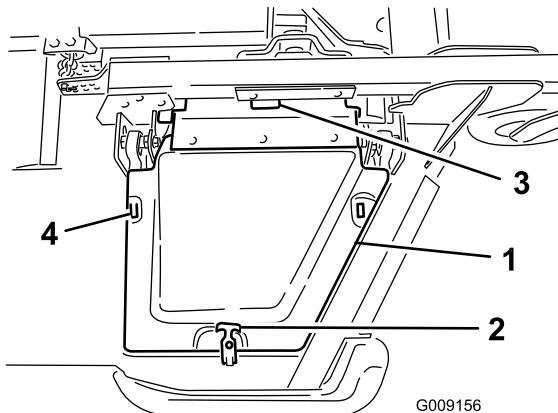

Figure 6
- 8. Posez le couvercle de l'ailette et fixez-le en position avec le verrou en caoutchouc (Figure 6).